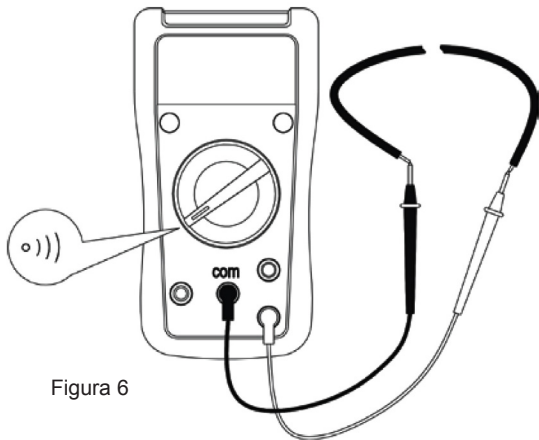

Figura 6
V. Masurare continuitate (vezi figura 6)